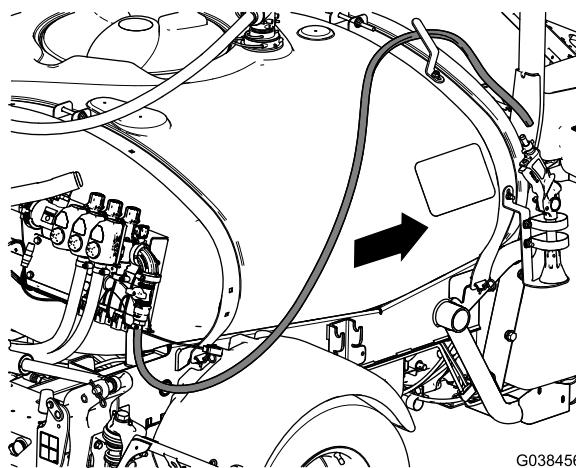

图93
6. 沿打药车药缸朝喷枪支架的方向向前铺设供水软管并用3条扎带将软管固定到药缸架上图93。